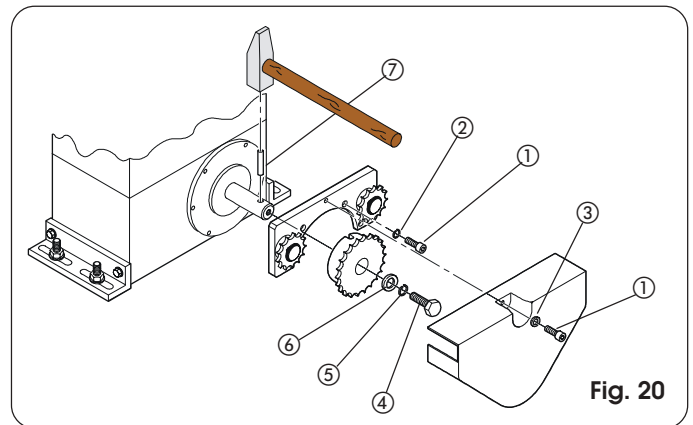
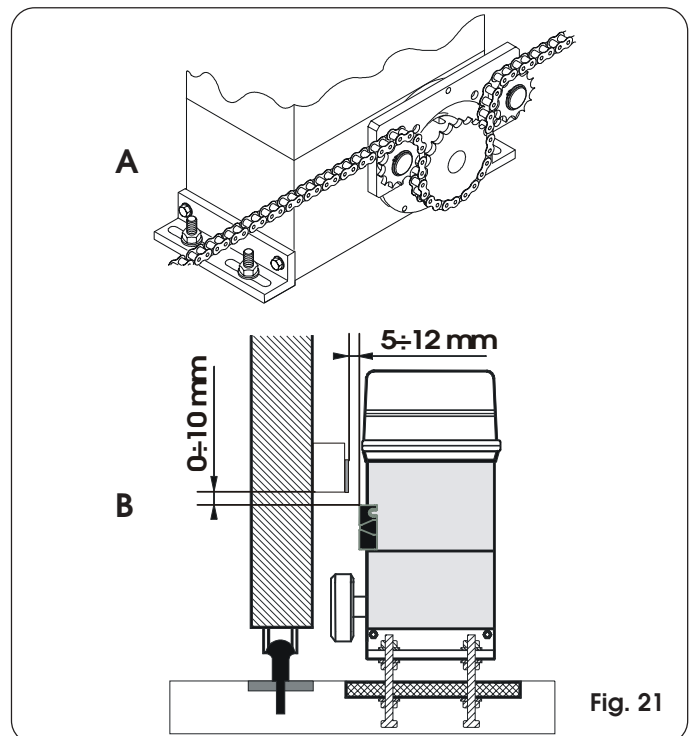

Fig. 20
Fig. 21
**4.5.2. MOD. 746 ER RF (Fig. 20 - 21)**
- 1) Introduzca la clavija elástica ⑦ en el árbol utilizando un martillo.
- 2) Aplique en la brida del motorreductor la abrazadera de los reenvíos locos, utilizando los cuatro tornillos ① (M5 x 12) y sus arandelas ② incluidas en el kit, tal y como se indica en la Fig.20.
- 3) Aplique el piñón de cadena sobre el árbol haciendo coincidir los alojamientos del piñón sobre la clavija elástica y apriete el tornillo ④ y sus arandelas ⑤ y ⑥.
- 4) Pase la cadena como se indica en la Fig.21 ref.A y monte el cárter de cobertura con el tornillo ① y la arandela ③ de la Fig.20.
- 5) Para los operadores con final de carrera MLS, prever los soportes para la colocación de los imanes suministrados en dotación respetando las cotas indicadas en la fig. 21 ref.B.